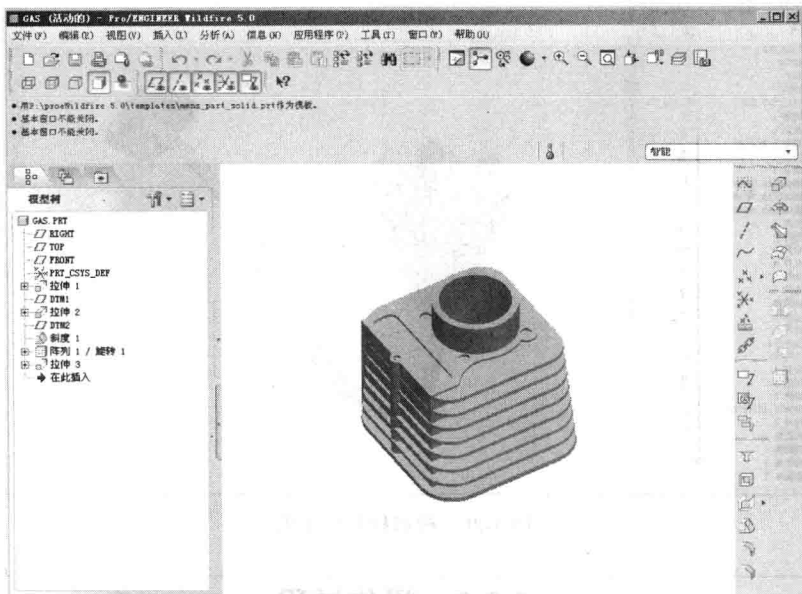

图 1-22 修改特征后的模型及模型树
4. 在模型树窗口中末尾的拉伸特征“拉伸 4”上单击鼠标右键, 在弹出的快捷菜单中选取【删除】选项, 系统弹出确认对话框时, 单击 **确定** 按钮。将该特征从模型上删除后, 在模型上和模型树中将不再有该孔结构, 如图 1-22 所示。